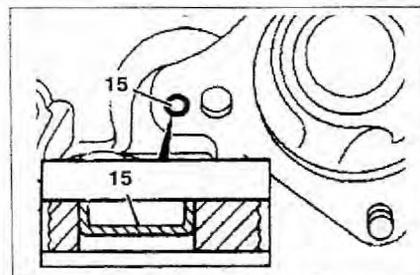

Рис. 4.83. Используя пробойник, извлеките крышку 15 из корпуса коробки передач.
7. Используя пробойник, извлеките крышку 15 из корпуса коробки передач (рис. 4.83).